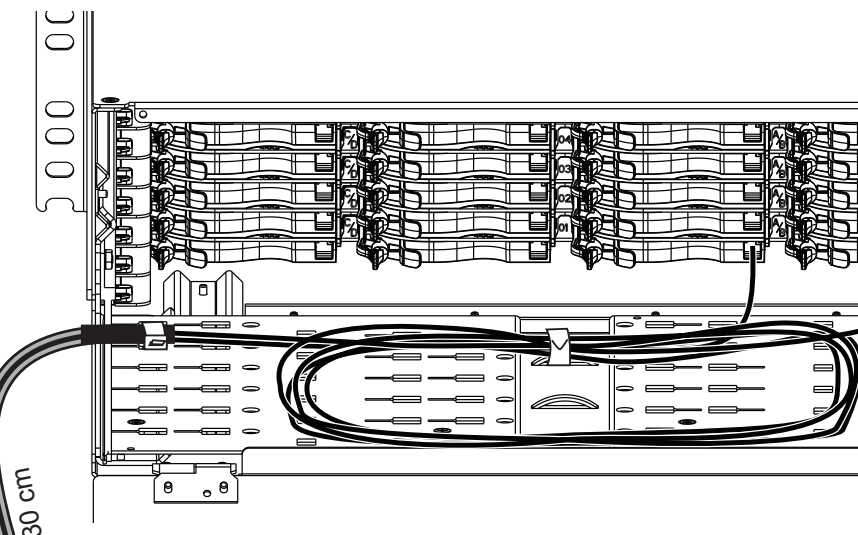

Abb.25 / Fig.25
5.2 Starre Kabel (mit großem Biegeradius). Dieser Kabeltyp muss außerhalb des Gehäuses am Rahmen zugentlastet werden. (Abbildung 25).
5.2 Non-flexible cables (with large bending radius). This type of cables must be strain relieved at the frame, outside the housing. (Fig. 25)